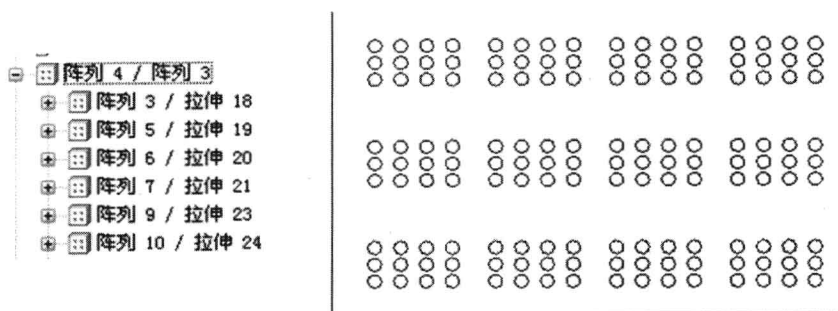

图 1-9 阵列再阵列
(5) 阵列功能进一步得到增强。新增了曲线阵列功能、跟随曲面阵列、阵列后再阵列等功能,如图 1-7~图 1-9 所示。